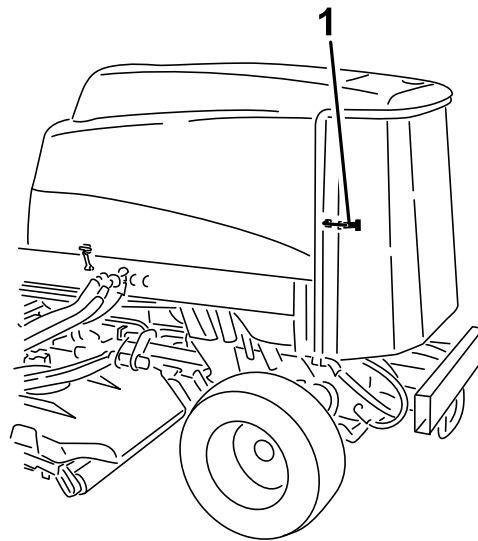

Figura 71
2. Desenganche y abra la rejilla trasera (Figura 71).